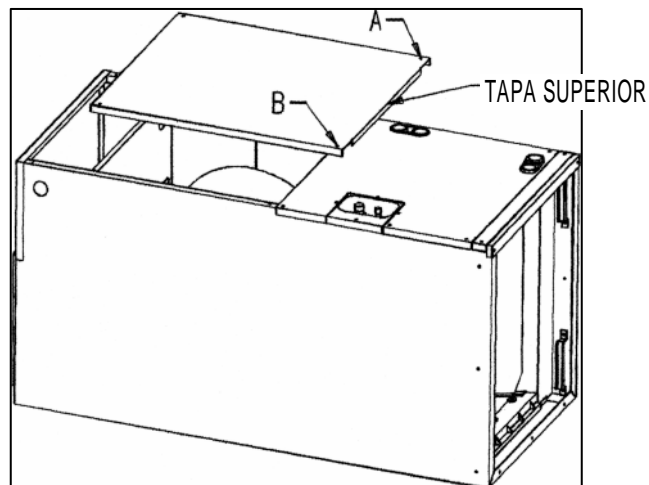

FIGURA 8: Retirar la Tapa Superior
1. Desmonte los tornillos indicados como A y B en la figura 8.